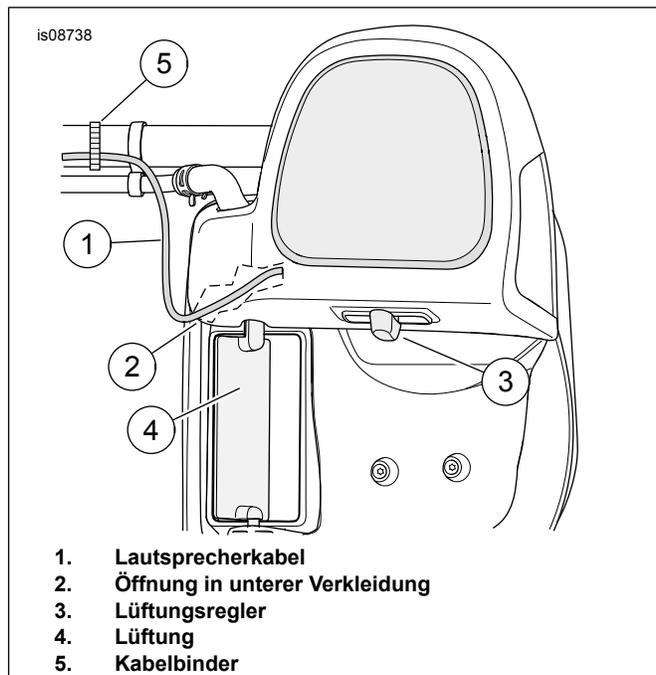

Abbildung 1. Lautsprecherkabelführung
5. Siehe Abbildung 1 >. Das Kabel durch die kleine Öffnung (2) führen. Darauf achten, dass das Kabel nicht die Lüftung (4) und den Lüftungsregler (3) berührt.
9. Die Kabel mit einem Kabelbinder (5) sichern.